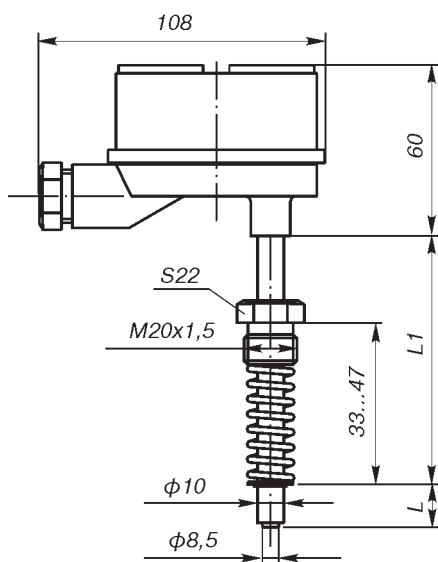

Рис.5.
**Материал головки (рис.5):** пластик АБС.
**Ряд монтажных длин для преобразователей термоэлектрических по рис. 5**